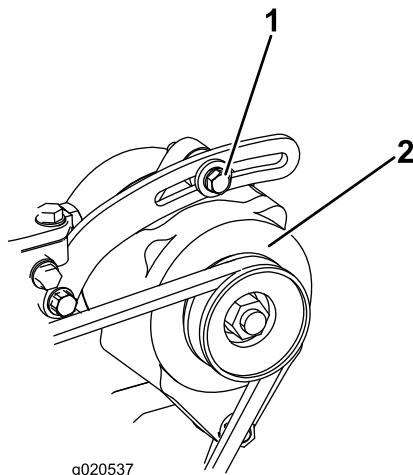

Bild 87
- Lockern Sie bei einer Durchbiegung von mehr oder weniger als 10 mm die Befestigungsschrauben der Lichtmaschine (**Bild 87**). Erhöhen oder reduzieren Sie die Spannung des Lichtmaschinen-Treibriemens und ziehen Sie die Schrauben wieder fest. Prüfen Sie die Riemenspannung noch einmal auf korrekte Einstellung.